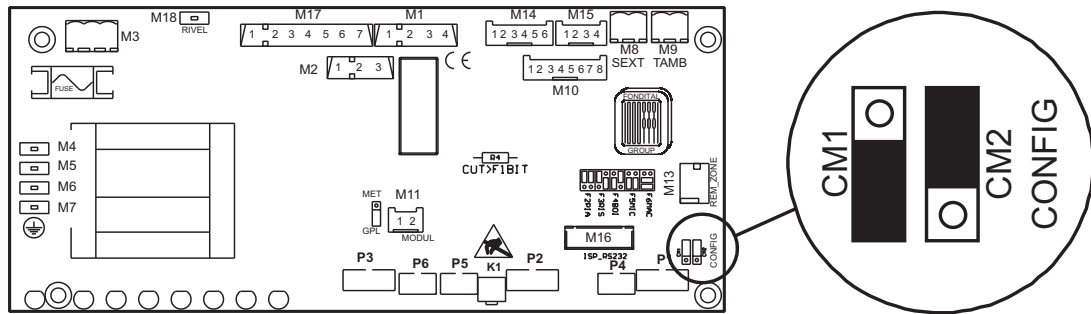

fig. 5
- sulla scheda di caldaia, selezionare la configurazione **F4BOI** tramite i jumper **CM1** e **CM2** (fig. 5);